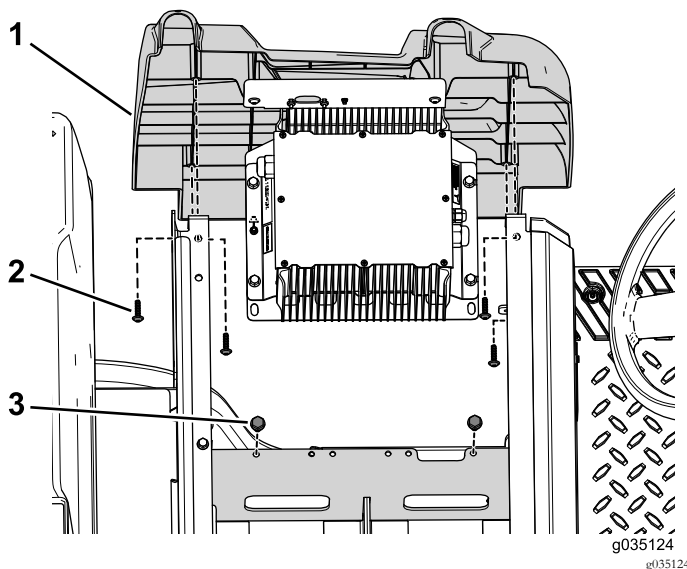

Bild 56
4. Entfernen Sie die zwei Schrauben, mit denen die Halterung des Ladegeräts am Batteriefach befestigt ist (Bild 56).
5. Entfernen Sie die vier Blechschrauben ab, mit denen die linke Abdeckung an der Maschine befestigt ist (Bild 56).